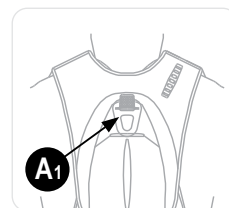

Abbildung 17
- Verbinden Sie den Karabiner des energieaufnehmenden Verbindungsseils mit dem mit „A1“ gekennzeichneten Anschlagpunkt (siehe Abbildung 17). A1 ist der einzige Anschlagpunkt, bei dem die Sicherungsfunktion des MSA PRD funktioniert.